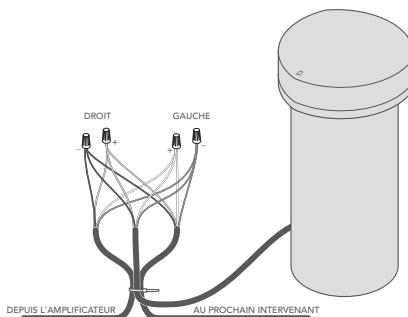

Figure 8
1. Comme pour l'installation de l'enceinte satellite, créez une boucle d'environ 250mm (10 po) de longueur, en tirant le fil du côté de la bobine. Laissez 380 à 400 mm (14 à 16 po) de câble supplémentaire afin que le câble ne se plie pas et ne se tireille pas lorsqu'il est recouvert de terre dans la tranchée. Utilisez un collier de serrage pour maintenir la boucle de câble en place et créer un réducteur de tension (voir Figure 8).